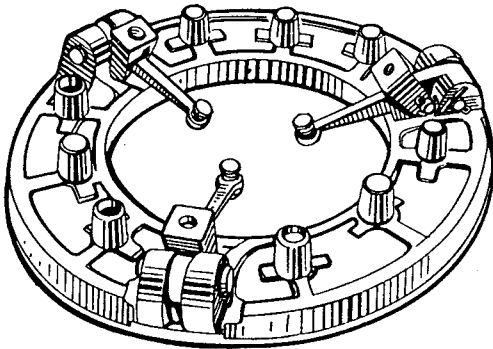

Bild 77. Druckscheibe mit eingebauten Kupplungsausrückhebeln
2. Zusammengebaute Ausrückhebel in die Nuten der Druckscheibe entsprechend den beim Zerlegen aufgetragenen Marken einsetzen, Hebelbolzen einsetzen (hierbei werden die Dorne ausgedrückt) und versplinteln (Bild 77).